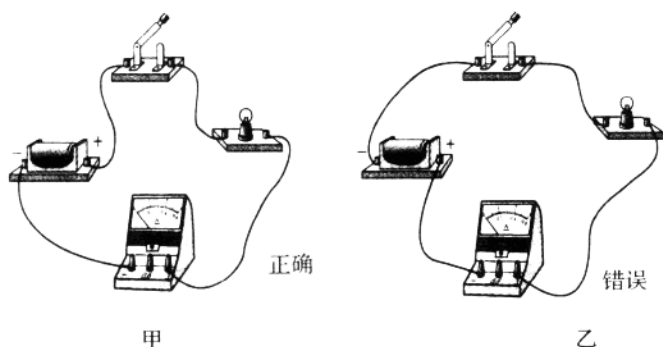

图 2-2 “+”、“-”接线柱的接法要正确,绝不可以接反,接反了指针反偏有可能损坏电流表
(1) 0.6A 量程用“-”和“0.6”两个接线柱, 标尺每小格为 0.02A ; 3A 量程用“-”和“3”两个接线柱, 标尺每小格为 0.1A 。
(2) 调零后把电流表串联在被测电路中正确使用, 使电流从“3”(或“0.6”)端正极流入, 从“-”端流出, 即标有“-”号的接线柱应与电源负极相连(如图 2-2)。
(3) 估计被测电流的大小, 选择适当量程。可用 3A 量程试触, 即将“3”接线柱引线试触被测电路电流流出端, 指针偏转小于 0.6A 则改用 0.6A 量程; 指针偏转在 $0.6\text{A} \sim 3\text{A}$ 之间, 则可接入电路; 指针偏转超过满度说明电流过大, 要将电流调到小于 3A 或改用更大量程的表。